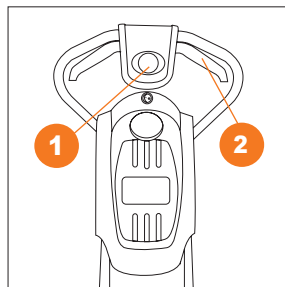

Рис. 14
2. Нажмите и удерживайте кнопку блокировки включения **1** (Рис. 14).
3. Продолжая удерживать кнопку блокировки включения **1**, прижмите скобу включения двигателя **2** к рукоятке (Рис. 14). Двигатель заработает и шнеки начнут вращение.